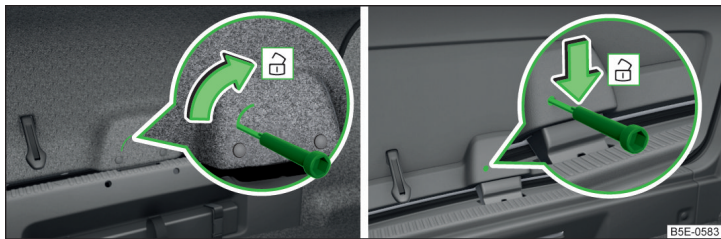

Abb. 344 Klappe entriegeln: Variante 1 / Variante 2
- › In die Aussparung bzw. Öffnung in der Klappenverkleidung » Abb. 344 einen Schraubendreher oder ein ähnliches Werkzeug bis zum Anschlag einführen.